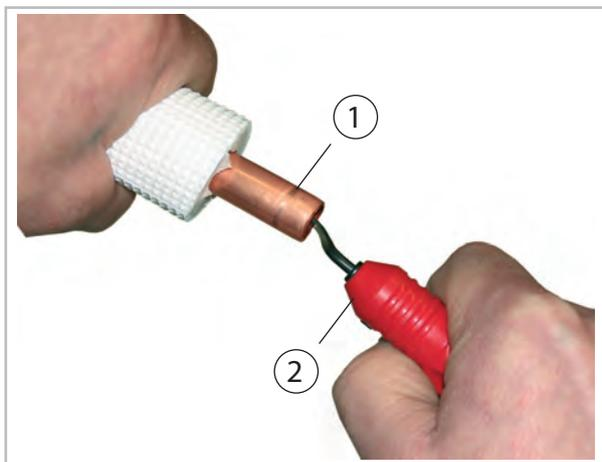
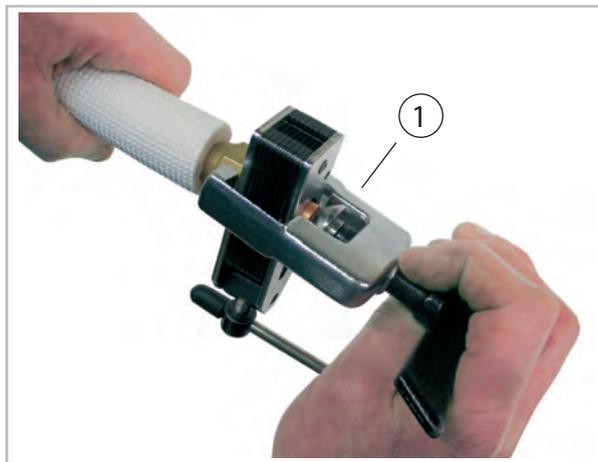

Fig. 30: Ébavurage de la conduite de frigorigène
Fig. 31: Sertissage de la conduite de frigorigène
8. ➤ Traitez les conduites de frigorigène posées comme indiqué ci-après (Voir la Fig. 30 et Voir la Fig. 31).